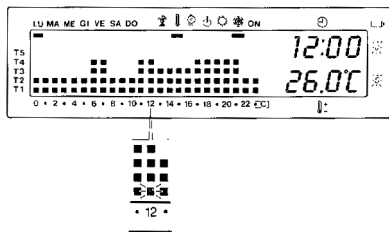
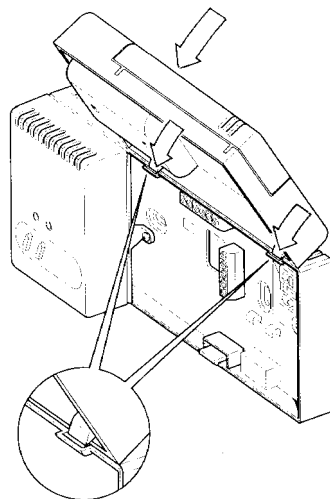

Fig. 19
Fig. 20
Una volta inserite le pile il display si attiva dando le indicazioni rappresentate in fig. 19. Richiudere l'apparecchio iniziando con il corretto inserimento dei riferimenti evidenziati in fig. 20.
13.1 - Assicurarsi che il ponticello B (fig. 20) sia disinserito (vedere paragrafo 11.3).